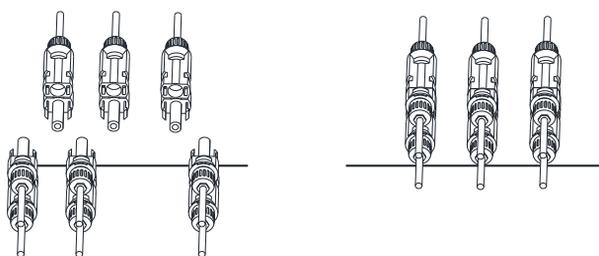

Imagen 5.6 Conexión de entrada de CC
d) Finalmente inserte el conector DC en la entrada positiva y negativa del inversor, como se muestra en la imagen 5.6.